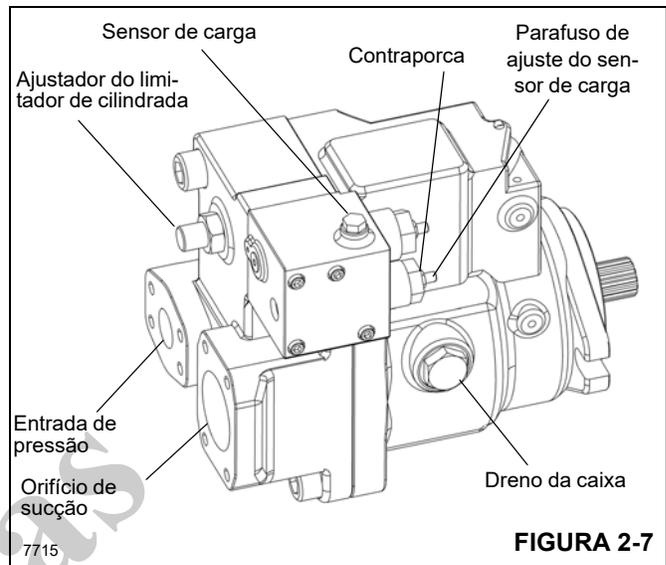

FIGURA 2-7
4. Se a pressão de giro não estiver correta, ajuste o alívio principal (Figura 2-7) como a seguir: Solte a contraporca de 1/2 pol. e use uma chave Allen de 4 mm para o ajuste. Girar no sentido horário aumenta o ajuste. Cada giro ganha 11 bar (153 psi). Aperte a porca a 17,7 Nm (4 lb-pés) para fixar o ajuste.
3. Ajuste o parafuso de ajuste do LS (Figura 2-7) na bomba até que o ajuste da pressão marginal da bomba esteja correto.